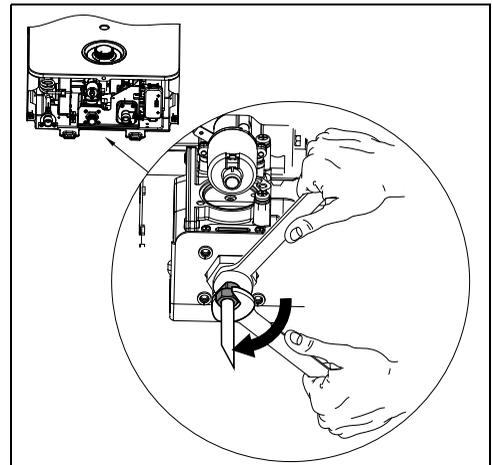

Fig. 22
- ▶ Realizar la conexión del gas al calentador conforme lo indicado en la Fig. 22.